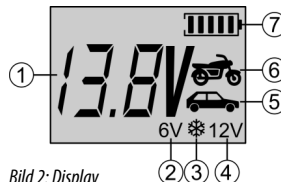

Bild 2: Display
Das im Display angezeigte Batteriesymbol (7) (Bild 2: Display) zeigt den aktuellen Füllstand der Batterie an.